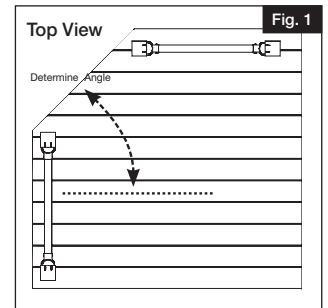

Fig. 1
- a. Assemble your rail section by inserting balusters/spindles into rails (Fig 1). Lock tabs on balusters/spindles must face the outer edge of the routed holes in rails.
After posts have been installed, determine angle of railing (Fig 1).
- Placer la lisse dans l'ouverture des poteaux en laissant un espacement équivalent entre le dernier barreau et le poteau à chaque extrémité (Fig. 1).